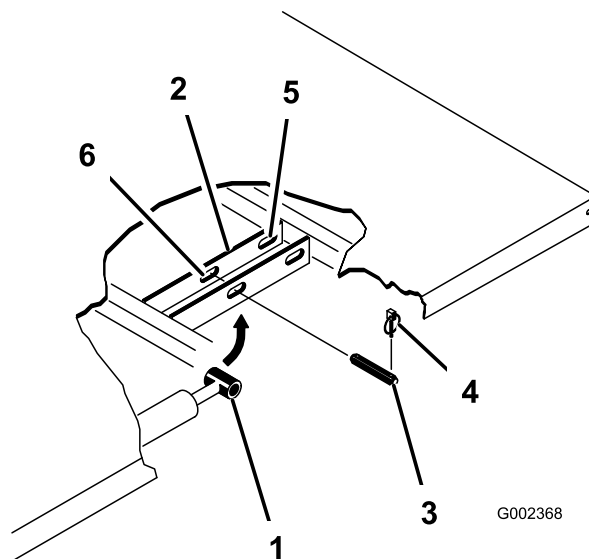

図 30
2. シリンダの外側端部からリンチピンを外す（図 30）。
3. シリンダロッドの端部を荷台取り付けプレートのスロットに固定しているクレビスピンを外す(図 30)。
4. ピボットブラケットをフレームに固定しているリンチピンとクレビスピンを外す(図 30)。